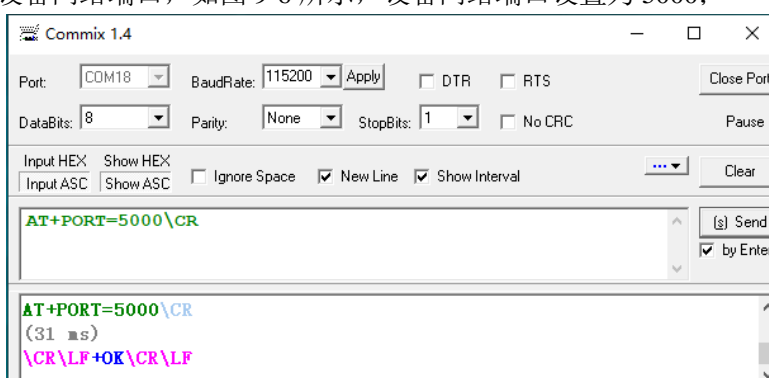

图 9-6 设备网络端口设置界面
4) 设置设备网络端口，如图 9-6 所示，设备网络端口设置为 5000;